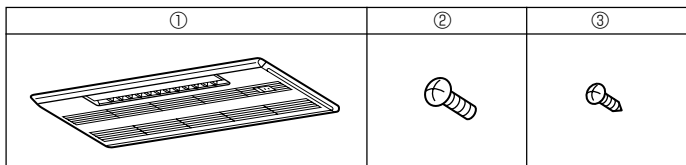

Fig. 5-1
5.1. Vérification du contenu (Fig. 5-1)